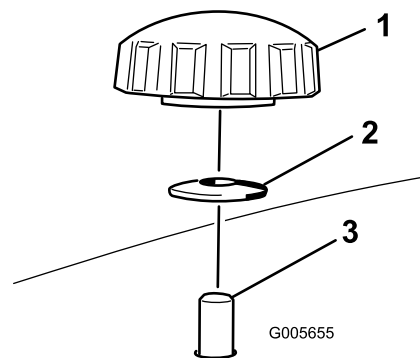

Figura 32
- 4. Remova os 2 manípulos e as anilhas curvas que fixam o abafador direito ao cortador Figura 32.
- 5. Remova o abafador direito e baixe o deflector de relva por cima da abertura de descarga conforme indicado em Figura 32 e Figura 33.
5. Faça deslizar o abafador direito por debaixo da plataforma do cortador e fixe-o utilizando 2 manípulos e anilhas curvas (lado oval virado para o cortador) conforme indicado em Figura 33 e Figura 32.